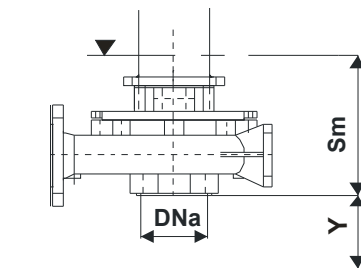

Bild 2: Angaben für die Füllenquoteberechnung
2. Vor dem Start muss man die Pumpe in eine Flüssigkeit tauchen, in eine solche Tiefe, um die richtige Ansaugung zu garantieren (siehe Tab. 1 und Bild 2)